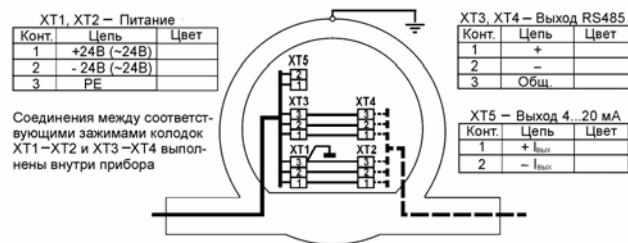

Рис. 3 – Схема электрическая подключения
Уровнемер исполнения «К» (см. рис.1а) закрепляется с помощью кронштейна и четырех болтов М8, уровнемер исполнения «Ф» (см. рис.1б) – с помощью фланца и восьми болтов М16 или М20 соответственно. Электрическая схема подключения уровнемера приведена на рис. 3. Для удобства потребителя уровнемер поставляется вместе с отрезком кабеля, подключенного к зажимам, длиной 3 м. Монтаж кабелей в пределах взрывоопасной зоны должен выполняться в стальных газовых трубах диаметром 1/2".
- 3) подключите выход кодового сигнала XT4 (рис. 3) к последовательному порту компьютера COM1 через адаптер интерфейсов RS232/RS485, например, типа ADAM 4520;